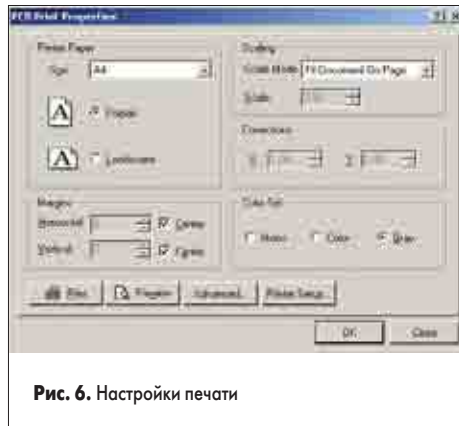

Рис. 6. Настройки печати
- Нажмем кнопку Page Setup, расположенную в нижней части вкладки. Откроется окно PCB Print Properties (рис. 6).
- Нажмем кнопку Page Setup. Откроется уже знакомое нам по рис. 6 окно настроек листа распечатки Final Properties.